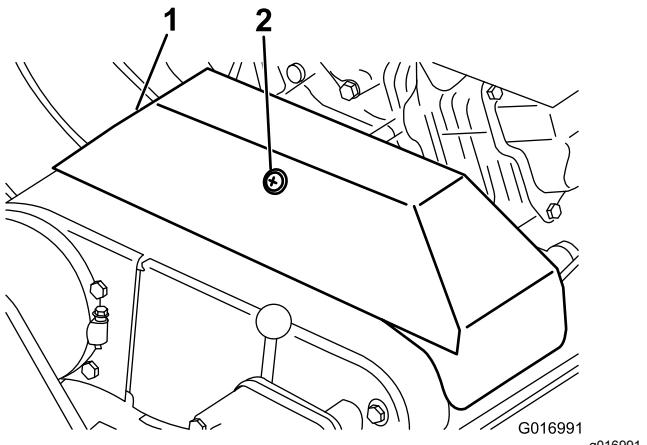

Рисунок 41
2. Ослабьте стопор, фиксирующий крышку клинового ремня, и откинте крышку (Рисунок 41).